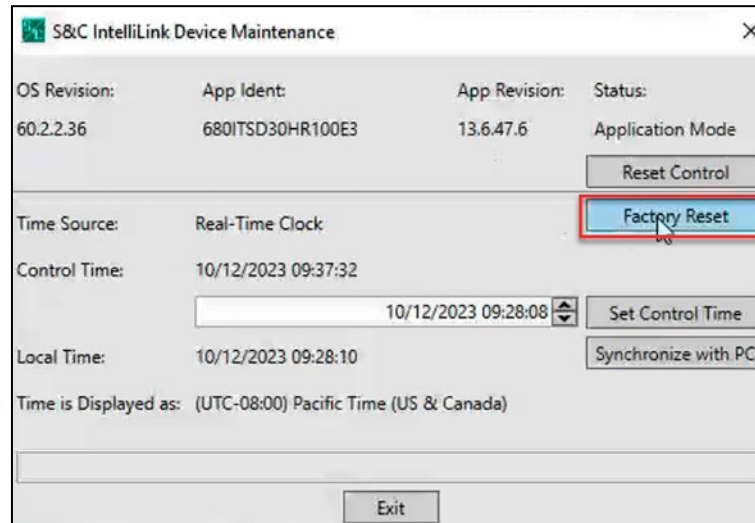

Figura 130. El botón de Restablecimiento de Fábrica.
**PASO 3.** Cuando se abra la ventana de diálogo Mantenimiento del Dispositivo, pulse el botón **Restablecimiento de Fábrica** para iniciar el procedimiento de **Restablecimiento de Fábrica**. Ver Figura 130.